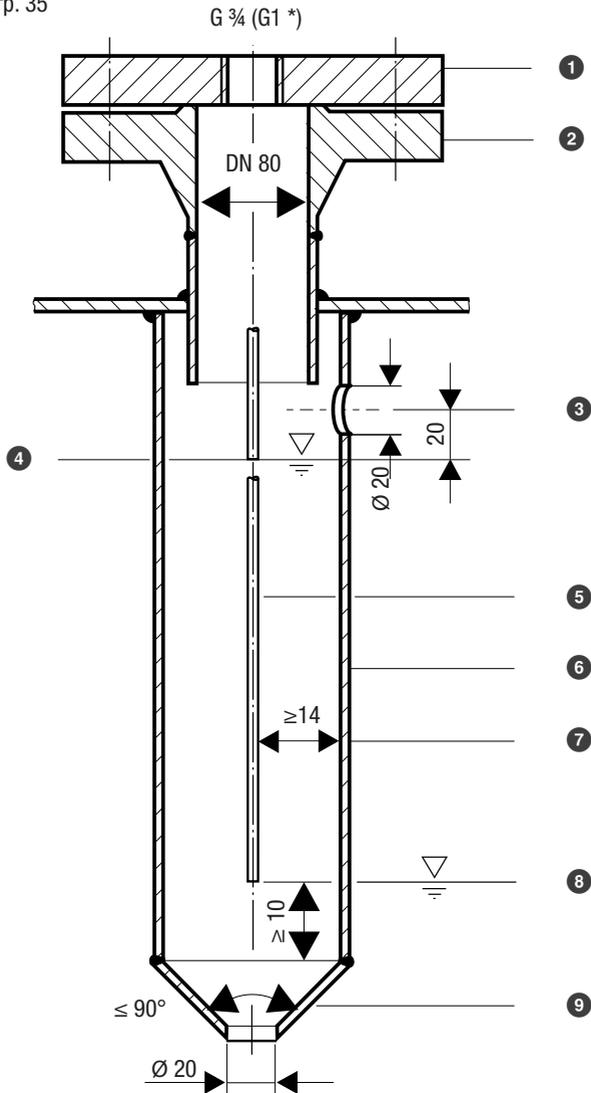
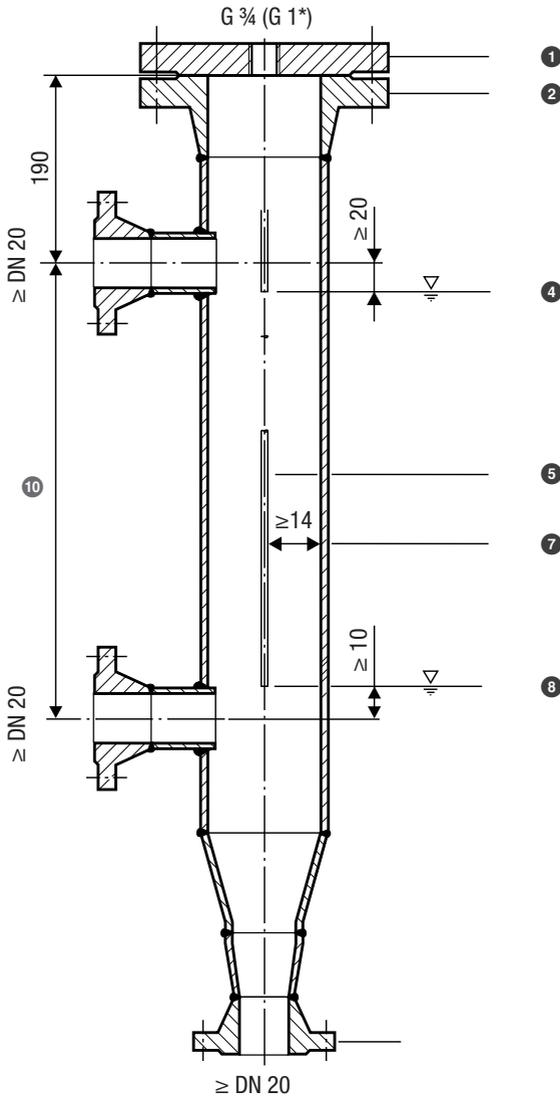

Рис. 15
Рис. 18
- При монтаже электрода уровня соблюдайте минимальные расстояния, см. примеры монтажа на Рис. 15 - Рис. 18.
Пример монтажа с заданными размерами, см. Рис. 15, стр. 31
Обозначения к Рис. 15 - Рис. 18
| 1 | Рис. 15. | Фланец (PN 40, 63, 160, 320) DIN EN1029-01 |
| | Рис. 18. | Фланец (PN 40, 63, 60, 320) DIN EN1029-01 |
| 6 | Рис. 15 (отдельный электрод). | Защитная труба DN 80 |
| 9 | Рис. 15 (отдельный электрод). | Переходник DIN 2616-2 |
| 10 | Рис. 18. | Межцентровое расстояние соединительного патрубка |